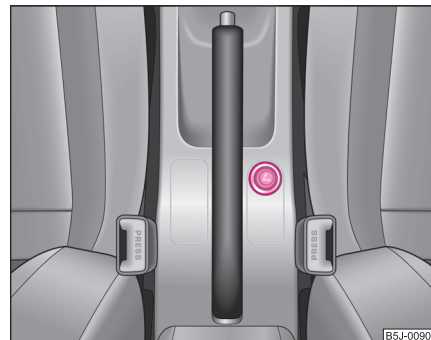

Fig. 78 Consola centrală: Bricheta
- Apăsați capătul brichetei înăuntru ⇒ fig. 78.